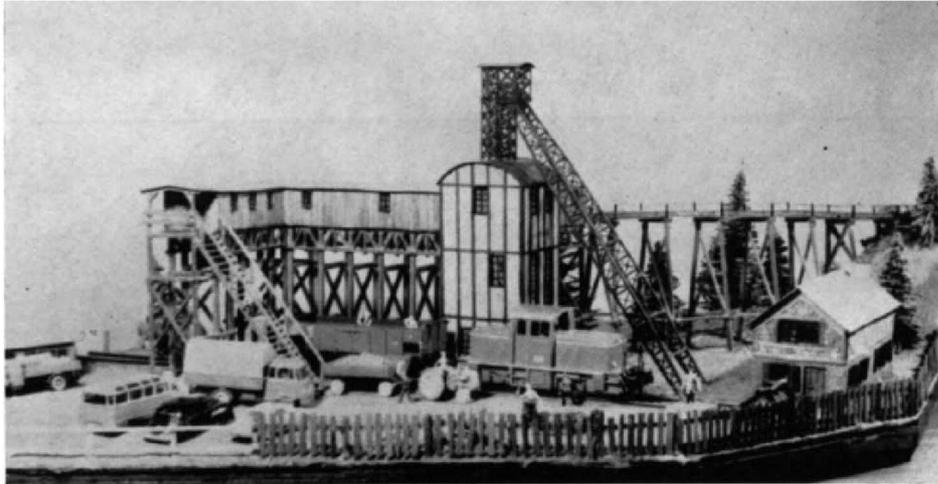

Abb. 1.
a) Auf dem unterirdischen Abstellbahnhof meiner MARKLIN-Anlage, dessen Gleise etwas geneigt verlaufen, habe ich unmittelbar hinter jeder Einfahrtweiche ein Kontaktgleis eingebaut. Dieses ersetzt ja praktisch einen Arbeitskontakt, da jeder darüberfahrende Wagen als beweglicher Kontaktgeber dient. Jedes Abstellgleis weist also am Eingang ein Kontaktgleis mit einer Schaltung nach Abb. 1 auf. Nur sind hier die beiden Lampen vertauscht, da andere Voraussetzungen vorliegen.
◀ Abb. 1.